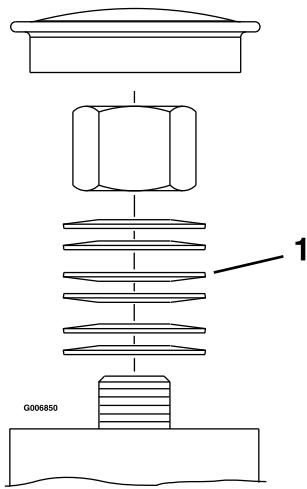

Figura 55
3. Retire el tapón guardapolvo de la rueda giratoria y apriete la contratuerca hasta que las arandelas de muelle estén planas, luego aflójela $\frac{1}{4}$ de vuelta para establecer correctamente la precarga de los cojinetes (Figura 54 y Figura 55).
Importante: Asegúrese de que las arandelas de muelle están correctamente instaladas, según se muestra en la Figura 55 y en la Figura 54.